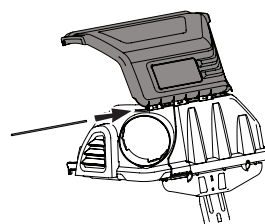

Figura 8
4. Desde el frente del montaje, alinee las lengüetas en la cubierta superior de la recolectora de césped con las lengüetas al frente de la parte frontal del conducto de soporte superior. (631-05474B). Deslice el pasador de bisagra a través de las ranura comenzando en el lado derecho superior del conducto de soporte de las pestañas montadoras, como se muestra en Figura 8. Presione la chaveta (711-06701) hasta el final y hasta que alcance el acoplamiento-final y se detenga.